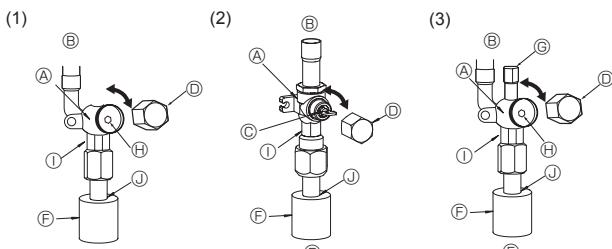
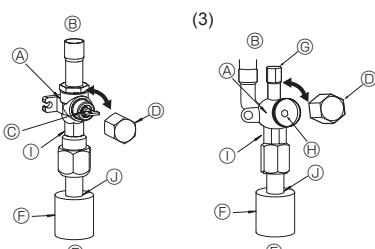
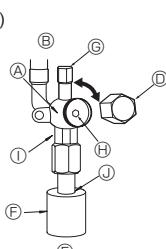

Fig. 4-5
Fig. 4-6
Fig. 4-7
- (1) Сторона с газом SW75 (Fig. 4-5)
- ① Снимите колпачок и поверните шток золотника против часовой стрелки до упора, используя для этой цели 5 мм шестиугольный гаечный ключ. Прекратите поворачивать шток в момент, когда тот достигнет стопора. (φ15,88: Приблизительно 13 оборотов)
- ② Убедитесь в том, что запорный кран полностью открыт, и поверните колпачок в первоначальное положение.
- (2) Сторона с газом SW100, 120 (Fig. 4-6)
- ① Снимите колпачок, потяните ручку на себя и поверните на 1/4 оборота против часовой стрелки для открытия.
- ② Убедитесь в том, что запорный кран полностью открыт, надавите на ручку и поверните колпачок в первоначальное положение.
- (3) Сторона с жидкостью SW75-120 и сторона с газом/жидкостью SW40-75 (Fig. 4-7)
- ① Снимите колпачок и поверните шток золотника против часовой стрелки до упора, используя для этой цели 4 мм шестиугольный гаечный ключ. Прекратите поворачивать шток в момент, когда тот достигнет стопора. (φ9,52: Приблизительно 10 оборотов)